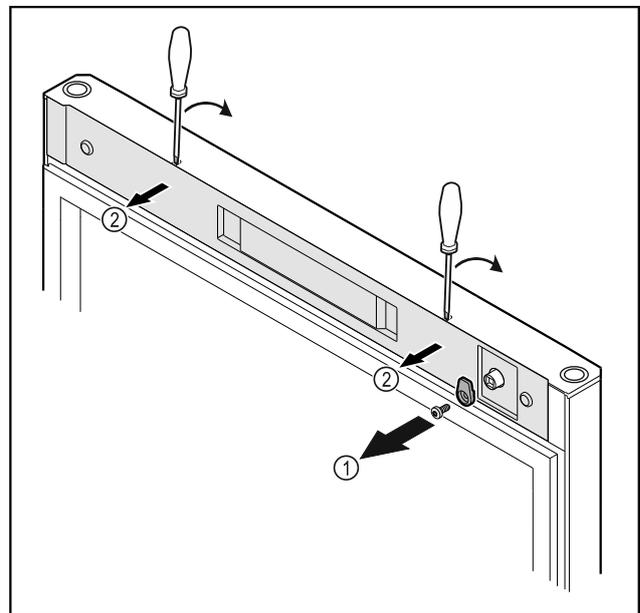

Fig. 52
- Развинтете затварящата кука Fig. 52 (1).
- Откопчайте капака Fig. 52 (2) с малка отвертка и го свалете.